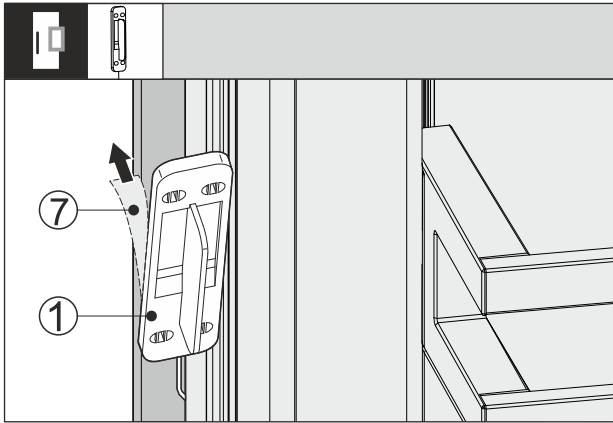

Fig. 65
- ▶ Tõmmake kaitsekile Fig. 65 (7) koputussensori Fig. 65 (1) tagaküljelt maha.